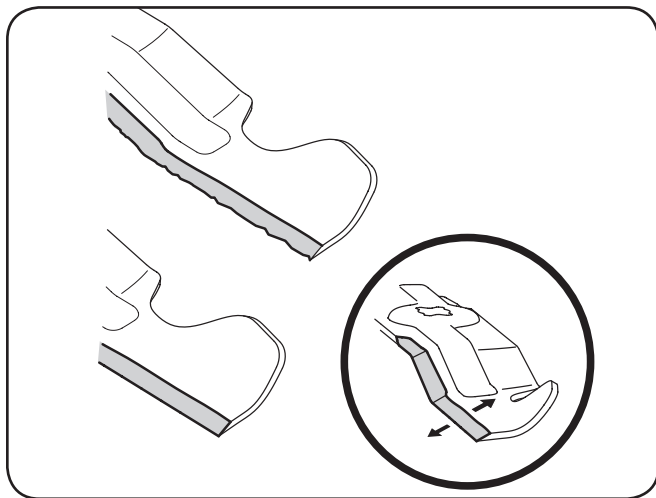

Figura 7-8
- Para afinar correctamente las cuchillas de corte, eliminar la misma cantidad de metal de ambos extremos de las palas a lo largo de los bordes cortantes, paralelo al borde de salida, en un 25°-30°. Siempre moler cada filo de la cuchilla de corte igualmente a mantener el equilibrio de la cuchilla adecuada. Ver Figura 7-8.